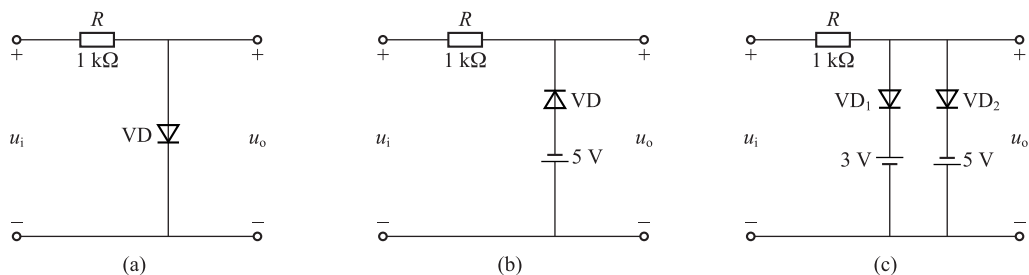

图 1-26 思考与练习题 5 图
5. 如图 1-26 所示电路,二极管为理想二极管, $u_i = 10\sin \omega t$, 试画出 u_o 的波形。若二极管正向导通压降为 0.7 V , 波形又如何变化?